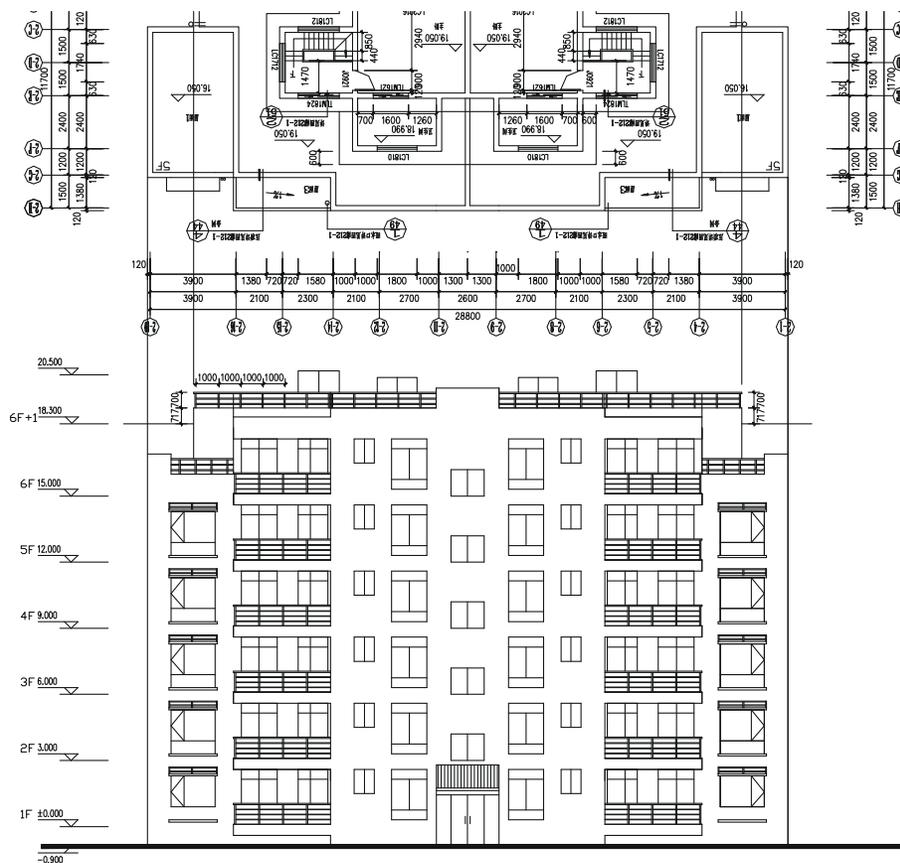

图 12-1-14
**STEP 24** 使用 LINE、OFFSET、COPY 等命令，绘制跃层上沿 700 高的女儿墙和 700 高的栏杆，如图 12-1-14 所示。
- STEP 26** 使用移动命令 MOVE 将如图 12-1-14 所示的立面图对准旋转后的屋顶平面, 并使用绘制直线命令 LINE 引出瓦面的边线。